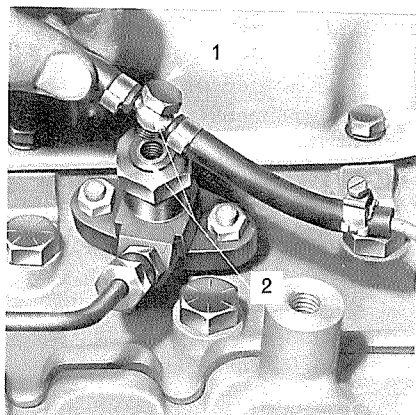

Figure 46 Dépose de canalisation de trop-plein d'injecteur
1. Faites disparaître toute saleté avoisinant les porte-injecteurs et leur tuyauterie. Débranchez les raccords du tuyau de trop-plein des porte-injecteurs, Figure 46, et enlevez ce tuyau.